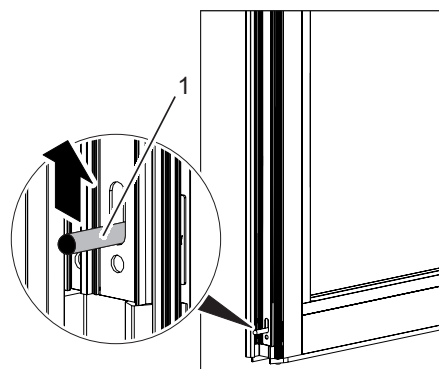

Fig. 6: Actionnement du verrou d'extrémité
1. Pousser vers le haut le verrou d'extrémité (Fig. 6/1) avec la pointe du pied ou la main.